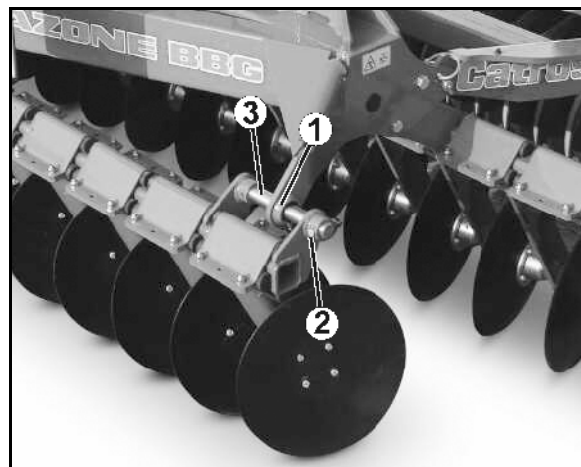

Fig. 39
Pour remplacer les paliers lisses (Fig. 39/1), placez l'outil déployé en veillant à ce que les paliers lisses ne soient pas tendus.
- 1. Desserrez le raccord à vis (Fig. 39/2) de l'arbre coulissant (Fig. 39/3).